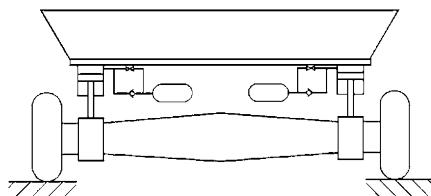

Fig.8
7. Los acumuladores pueden absorber los choques mecánicos en equipos accionados hidráulicamente. Posibles aplicaciones en sistemas de accionamiento y suspensión para montacargas, grúas móviles, maquinaria agrícola y civil, trituradora de rocas, etc. (Fig.8).
7. Mechanical shocks in hydraulically driven equipment can be absorbed by accumulators. Possible applications are in drive and suspension systems for fork-lifts, mobile cranes, agricultural and civil engineering machinery, rock crusher etc (Fig.8).